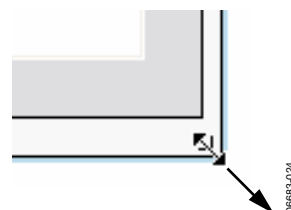

図26. グラフのサイズ変更
4. 画面の角にあるサイズ変更ハンドルの上にカーソルを置き、[Graph]コンポーネントのサイズを調整します。コンポーネントを外側にドラッグし、拡大します（図26を参照）。